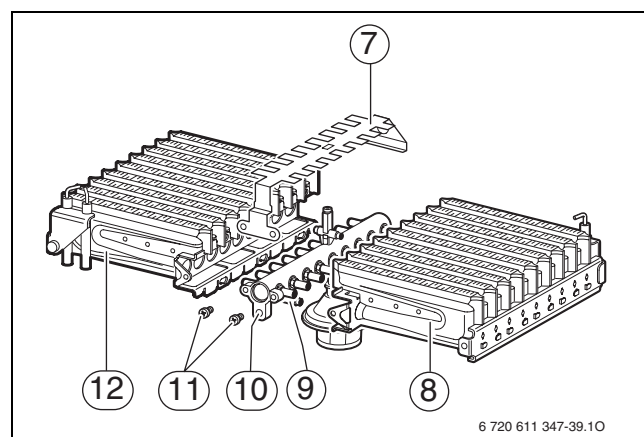

Fig. 49 Separazione bruciatore
- ▶ Rimuovere le viti (11) (→ fig. 49).
- ▶ Togliere il lamierino spargifiamma (7).
- ▶ Rimuovere le viti dai punti di fissaggio (9). Separare la parte sinistra (12) e la parte destra (8) del bruciatore, dalla rampa ugelli (10).